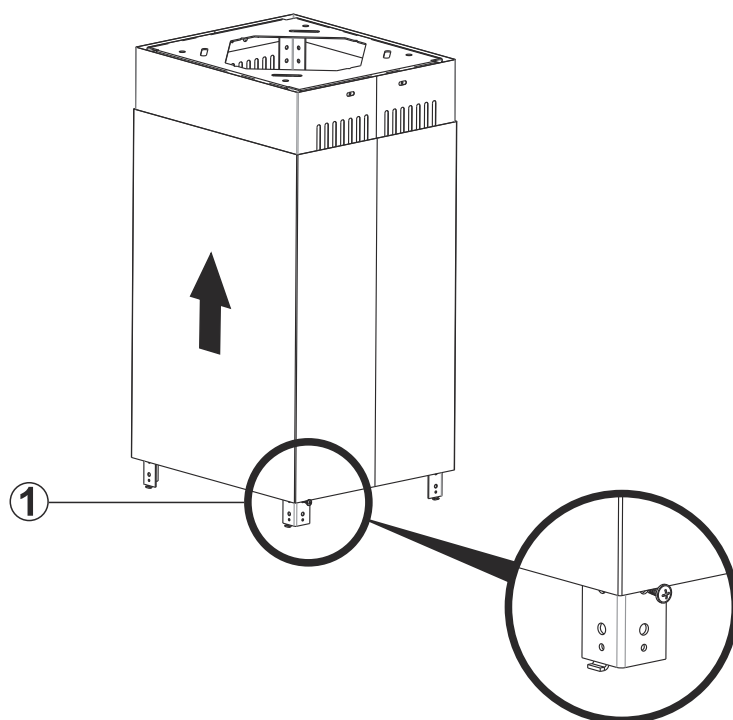

Fig. 13
1. ➔ Abbinare le lamiere dei fogli metallici del prodotto alle barre di sospensione del prodotto (Fig. 13).
2. ➔ Installare una vite 3.5 x 9.5 (1) alla barra di sospensione del prodotto e lasciare le lamiere in metallo sulla vite per consentire alle lamiere di restare fissate sulle barre di sospensione prima dell'installazione (Fig. 13).
1. ➤ Togliere la vite di fissaggio del foglio canna fumaria (Fig. 13).